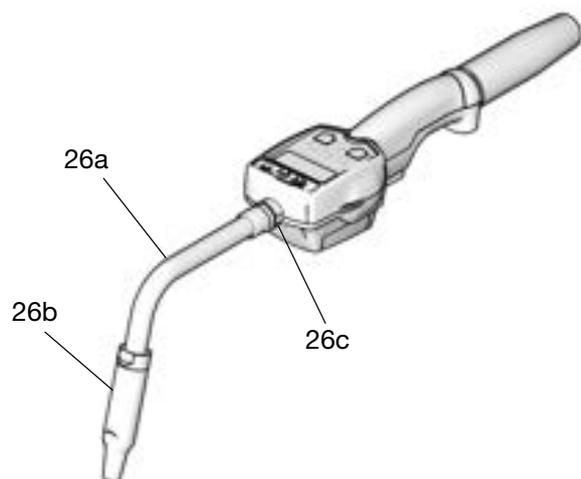

FIG. 6
1. Vissez l'écrou d'étanchéité (26c) dans l'extension (26a) (FIG. 6).
2. Vissez l'extension dans la sortie du compteur en faisant au moins trois tours complets pour la serrer fermement (FIG. 6).